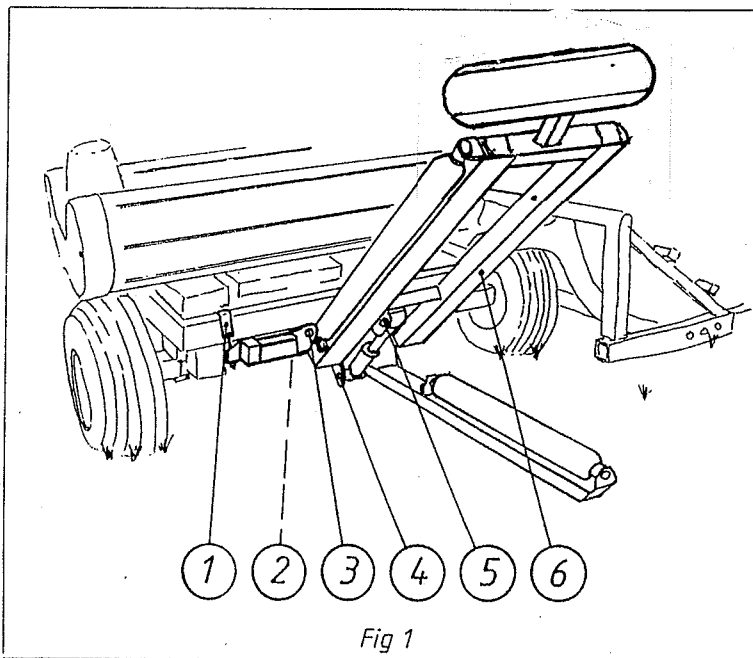

Fig 1
5) Montera slangen (L=335 mm 1/4") för balrampens cylinder se bild 1. Anslut slangens vinklade anslutning till rampcylinderns anslutning. Därefter sätts slangen fast på insidan av maskinens ram med hjälp av klamrar och buntband. Till sist ansluts slangen till styrventilens anslutning C2.
1. Montera hjälpramen på inplastarens ram med fästbyglarna enligt bild 1. position 1. Sätt den tredje fästbygeln på plats. Den monteras på hjälpramens högra främre del.
2. Fäst balrampen (6) med bultarna (3) och säkra dem med rörsprintar.
3. Placera cylindern så att kopplingsnippan pekar uppåt. Använd cylindertapparna med fläns vid pos. 4. Vid pos.5 används tapparna med hål för två sprintar. Mellan det ovala hålet på balrampen och sprintarna används medföljande M30 bricker. Observera att snörjnippen på cylindern riktas neråt
ELHO elventilen bör kopplas till traktorns dubbelverkande uttag. Kopplingen till portarna A och B fig. 1. Gänga R 3/8.
Hydraulmotorns varvantal kan ställas från skruv 1, bild 1. Bordets varvantal bör vara högst 20r/min.
Då insveparen kopplas till John Deere traktorer, bör ställskruven under muttern med skyddshatt 2, bild 1, skruvas in tills den bottenar. Denna skruv stänger oljeflödet förbi hastighetsinställningsventilen. Ifall den inte stängs tillför JD traktorernas regleringspump för mycket olja och värmen stiger riskabelt. Då vanliga traktorer med öppet hydraulsystem används skall ställskruven vara ca 5 mm ut från botten position.